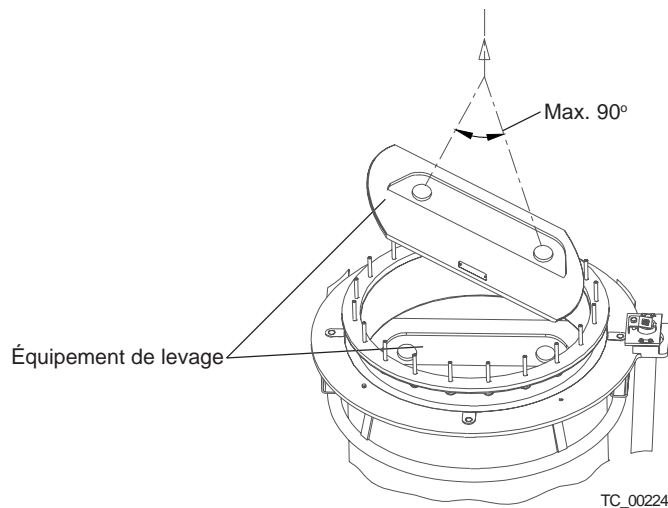
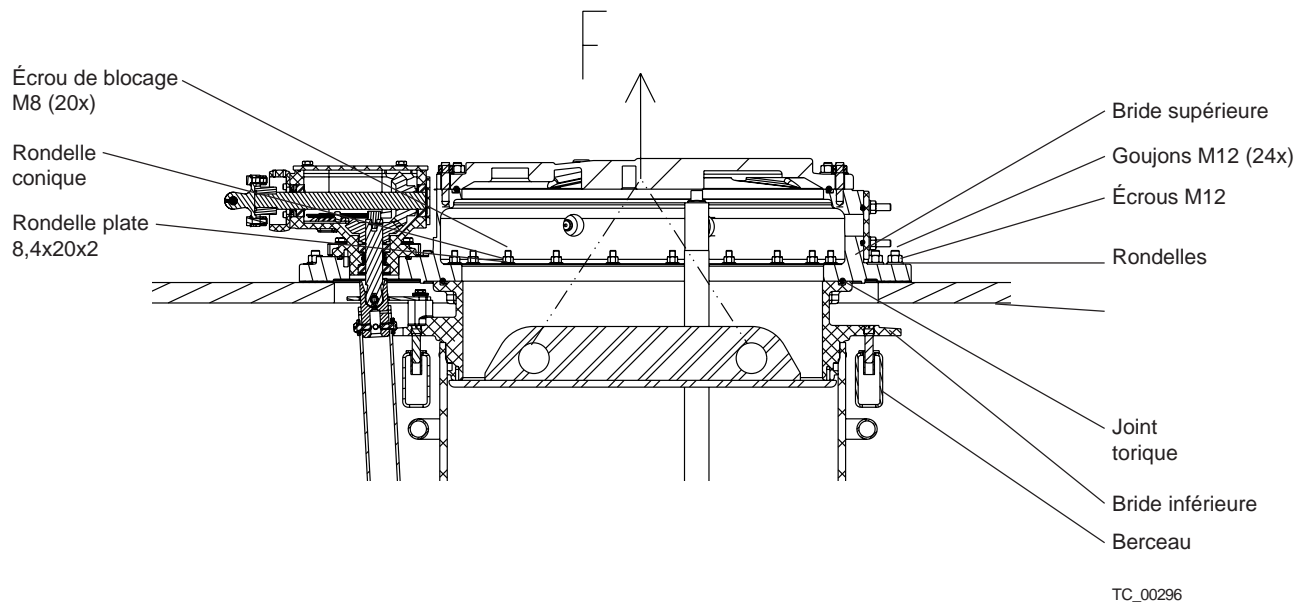

Fig. 25.
Fig. 26.
3. Utiliser l'équipement de levage LL 136 016-D pour UCL et LL 135 016-A pour UCG, dans la position illustrée à la fig. 25.
Hisser le changeur de prises en charge sur le berceau (au moyen de l'équipement de levage – voir fig. 25). Placer le changeur de prises en charge en position de montage du système d'arbre extérieur (voir le schéma du transformateur). Insérer les boulons guides DS 7 et les douilles isolantes (non fournies) dans la bride inférieure (voir fig. 20). Les boulons guides doivent pénétrer dans les trous du berceau et être fixés en enfonçant les tiges avec un pointeau. Retirer l'équipement de levage une fois les changeurs de prises en charge en place.
4. Placer la bride supérieure sur l'ouverture du couvercle du transformateur. Tourner la bride supérieure de manière à ce que la bride de l'engrenage conique soit alignée avec l'arbre de transmission. Les vis de la bride inférieure doivent s'introduire dans les trous de la bride supérieure (voir fig. 26).
Utiliser l'équipement de levage LL 136 016-D pour UCL et LL 135 016-A pour UCG (voir fig. 26). Installer l'équipement sur les côtés de la bride inférieure. Incliner l'équipement de levage pour le monter et le démonter (voir fig. 25).
8. Introduire vingt-quatre goujons (voir fig. 26) dans les trous de la bride supérieure jusqu'à ce qu'ils pénètrent dans les trous filetés de la bride du couvercle du transformateur. Si les goujons ne s'adaptent pas, modifier la position du changeur de prises en charge, si nécessaire en le soulevant par l'anneau de levage (voir fig. 3). Une fois les goujons en place, retirer l'équipement de levage et serrer les écrous.